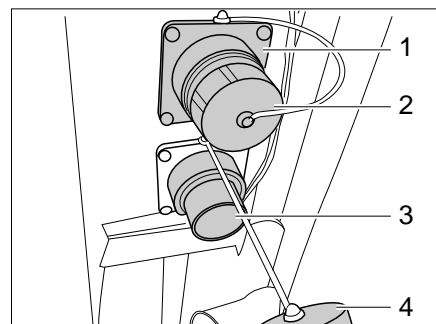

Bild 215 Abwasser-Ablaufstutzen
An den Abwasser-Ablaufstutzen (Bild 215,3) kann eine Schlauchleitung angeschlossen werden.
- Abdeckkappe (Bild 215,4) am Abwasser-Ablaufstutzen (Bild 215,3) durch eine viertel Drehung im Uhrzeigersinn entriegeln und abnehmen.